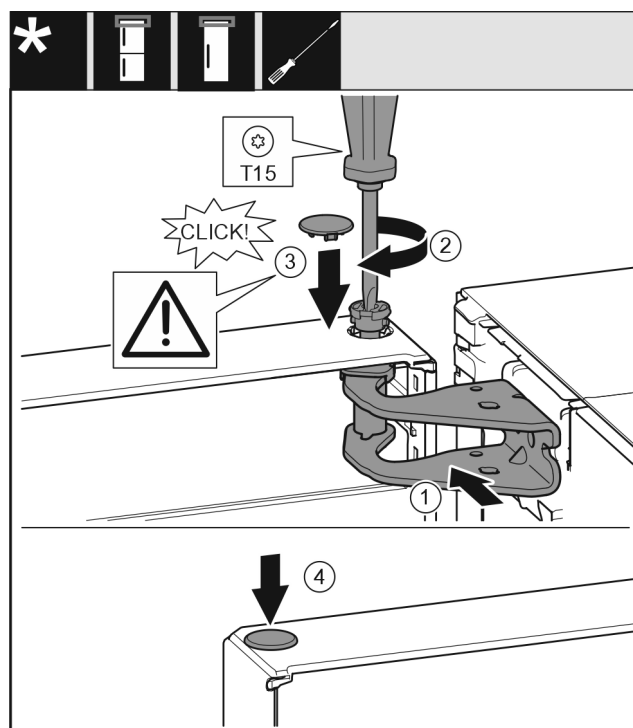

Fig. 27
- Aligner la porte en haut sur l'ouverture du support de palier Fig. 27 (1).
- Insérer l'axe Fig. 27 (2) et le serrer avec un tournevis.
- Installer le couvercle Fig. 27 (3).
- Vérifier que le couvercle Fig. 27 (3) repose bien sur la porte.
- Installer le couvercle Fig. 27 (4).